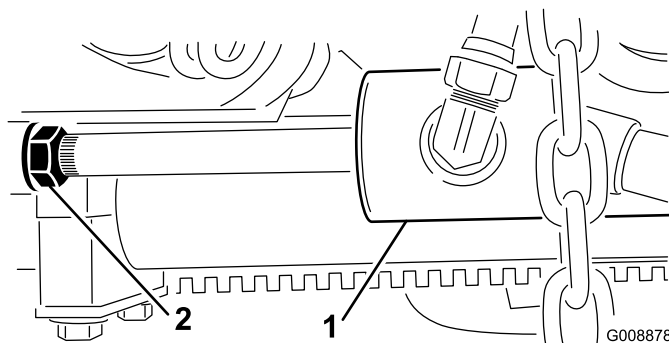

Figura 12
B. Afloje la contratuerca del cilindro (Figura 12).